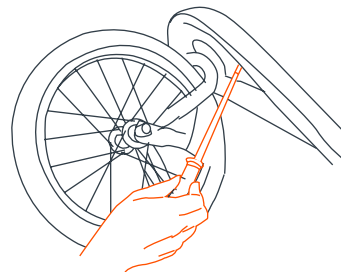

Abb. 7d
- Stecken Sie die 4 Schrauben durch die Unterseite der Baugruppe des vorderen Rahmens in die Kunststoffrohre des vorderen Kotflügels. Ziehen Sie die Schrauben nur fest an (Abb. 7d).